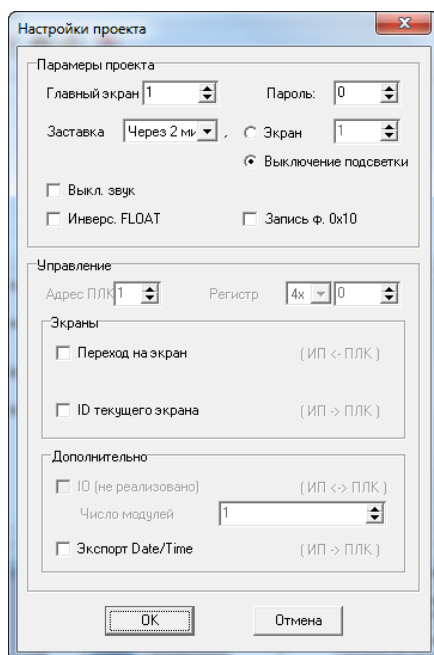

Рис. 4.3. Окно «Настройки проекта»
9. Нажать кнопку  или выбрать команду «Сервис | Настройка проекта» главного меню программы. Откроется окно «Настройки панели оператора», предназначенное для задания параметров проекта (см. рис. 4.3).